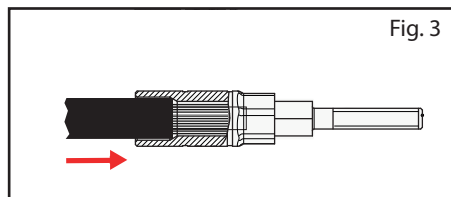

Fig. 3
- Inserire subito il conduttore all'interno del colletto del connettore facendo attenzione che anche la porzione isolante del cavo entri nella parte allargata del colletto (Fig. 3).